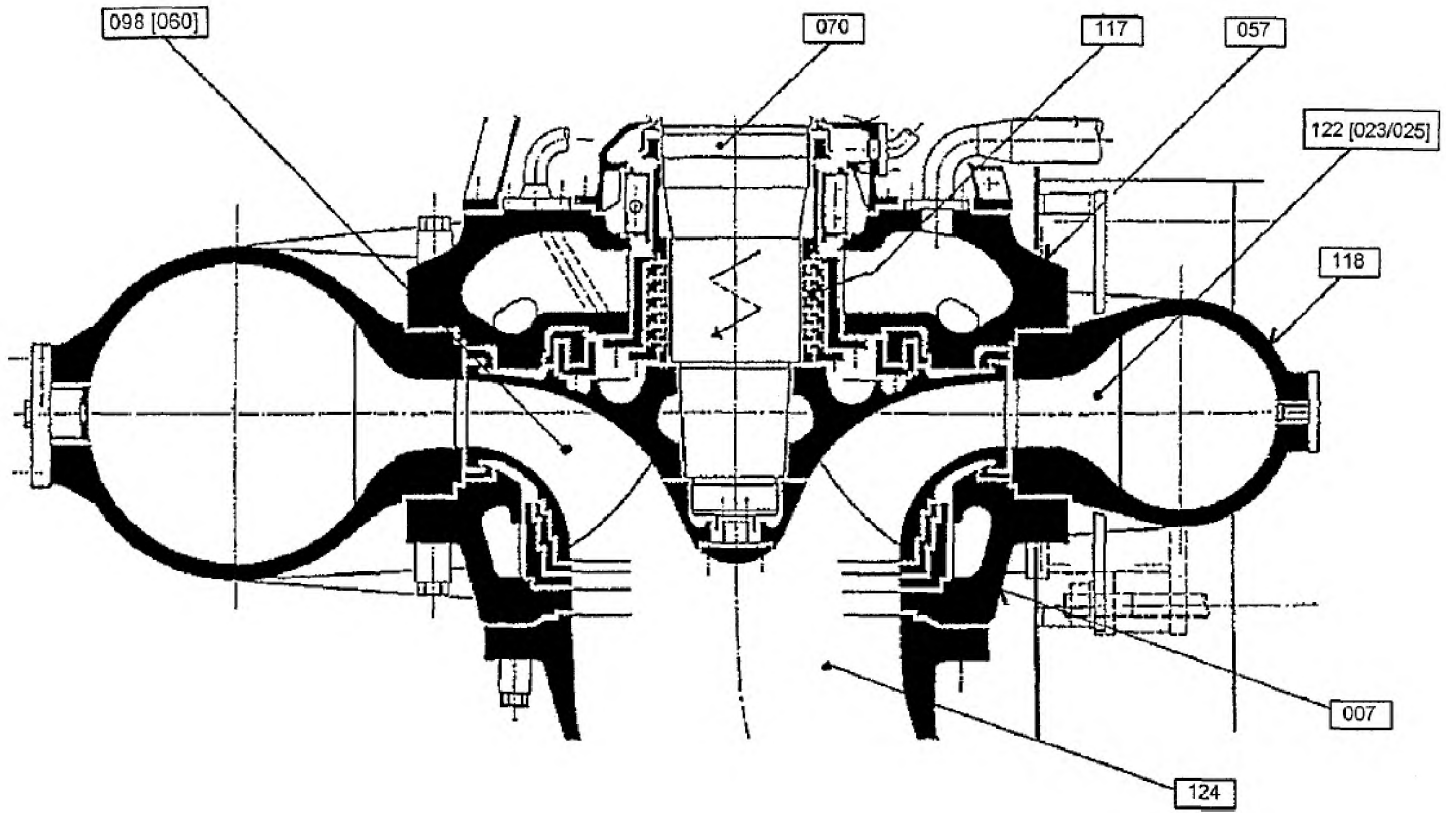

Рисунок 20 — Радиальные машины.
6.2.1.2 Радиально-осевые турбины и насосы-турбины с неподвижными направляющими аппаратами [диффузорами] не регулируемые, и одноступенчатые насосы, рисунок 20 (продолжение)